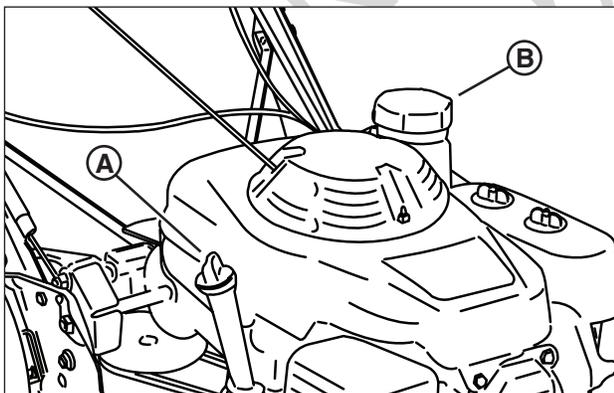

Figure 2: Remplissage d'huile et de carburant
5. Vérifiez le niveau d'huile moteur (**A, Figure 2**) et rajoutez si nécessaire de l'huile pour amener le niveau au marquage du plein. Référez-vous au manuel du moteur pour les spécifications de l'huile et les procédures.
- Retirer le bouchon du réservoir d'essence (**B, Figure 2**).